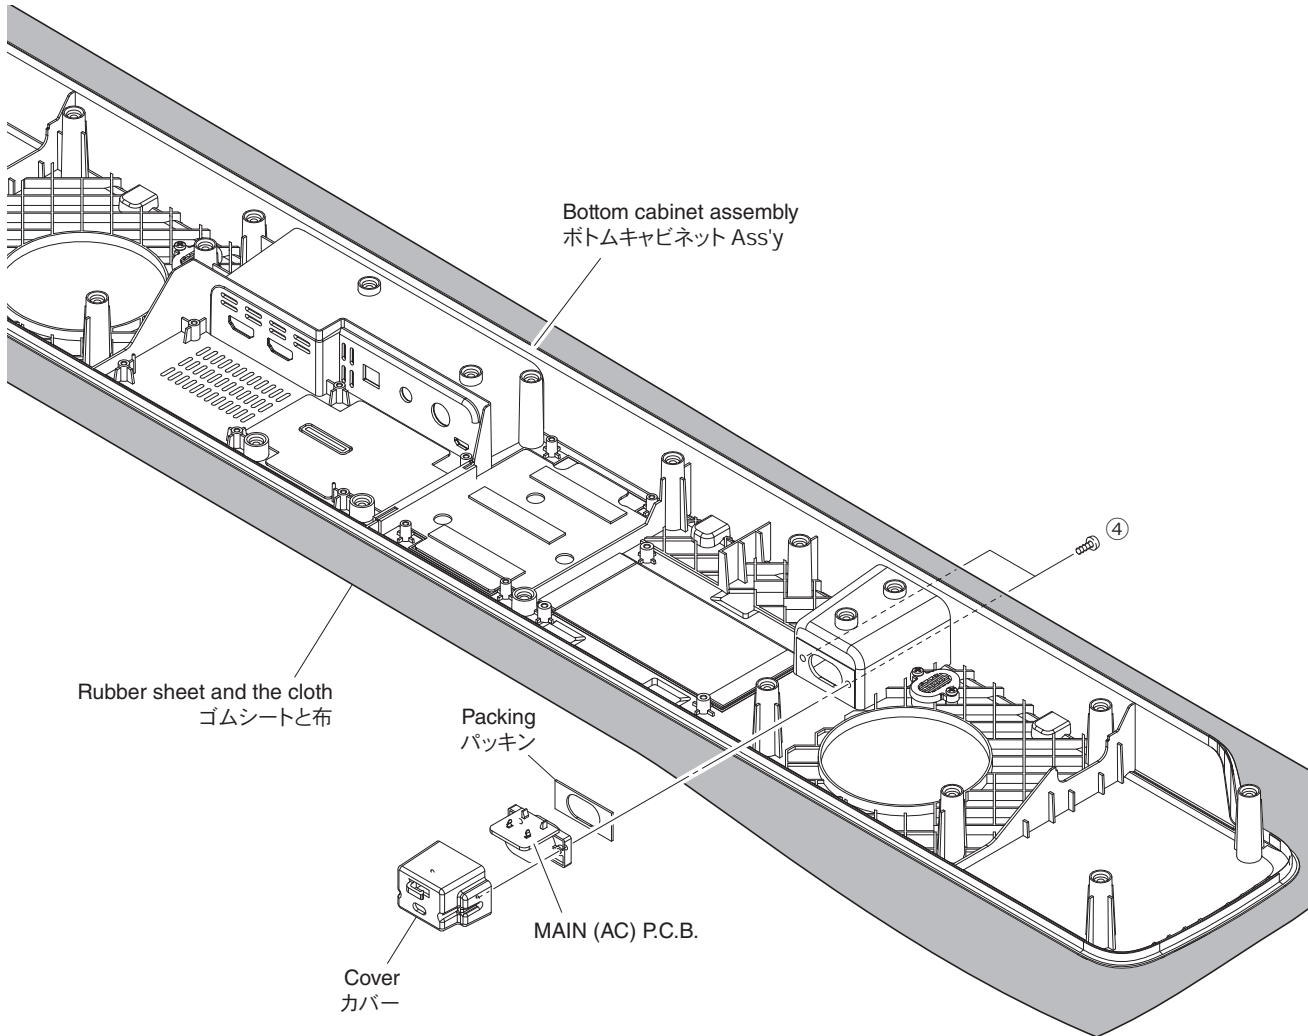

Fig. 3
2-3. Removal of MAIN (AC) P.C.B. (Fig. 3)
- a. Remove 2 screws (④).
- b. Remove the MAIN (AC) P.C.B.
2-3. MAIN (AC) P.C.B. の外し方 (Fig. 3)
- a. ④のネジ2本を外します。
- b. MAIN (AC) P.C.B.を外します。